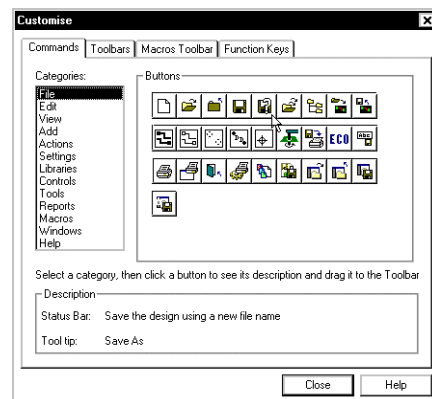

Рис. 19. Окно пользовательских настроек панелей инструментов.
1. Выполним команду меню Tools | Customize и в появившемся диалоговом окне Customize выберем закладку Commands (рис. 19).